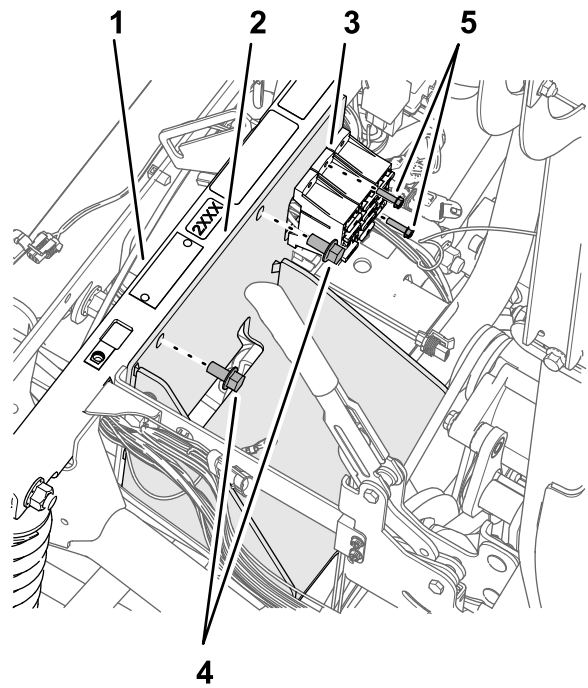

Figura 174
2. Montate la staffa della batteria sul tubo di supporto dell'ammortizzatore (Figura 174) con i 2 bulloni a testa flangiata (3/8" x 3/4") che avete conservato al passaggio 4 di Rimozione della batteria \(300 A\) e della staffa della batteria (pagina 80).
4. Fissate i portafusibili alla staffa della batteria (Figura 174) con il bullone (10-24 x 3/4") e i dadi (10-24) che avete rimosso al passaggio 3 di Rimozione della batteria \(300 A\) e della staffa della batteria (pagina 80).